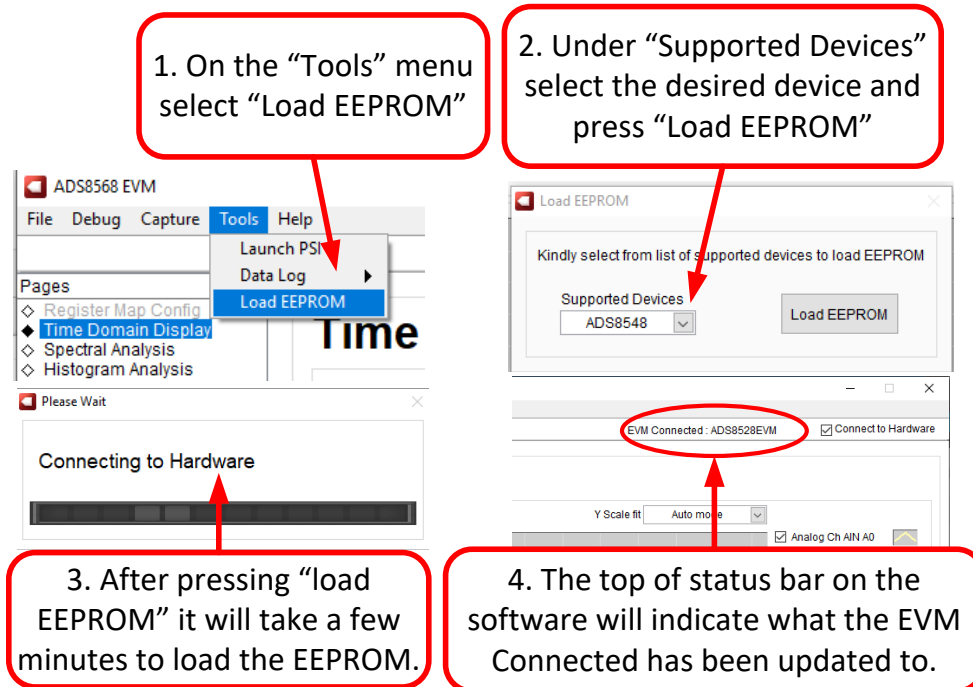

图 7-2. 为新器件配置 EEPROM 和软件
4. 根据当前安装的器件，使用“Tools”菜单“Load EEPROM”。成功完成此过程后，您将根据硬件上安装的器件在软件更新顶部看到状态栏。相关详细信息，请参阅图 7-2。